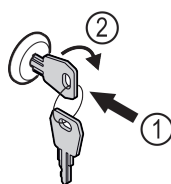

Fig. 195 Beispielhafte Darstellung
- Schlüssel hineindrücken Fig. 195 (1).
- Schlüssel um 90° im Uhrzeigersinn drehen Fig. 195 (2).